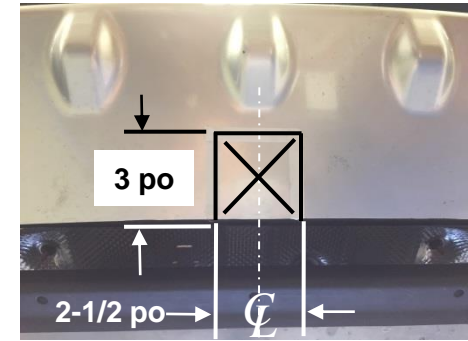

Figure 3
- 4. Garniture du fascia:** À l'aide d'un marqueur, d'un ruban à mesurer et d'un ruban, trouvez le centre du fascia. À l'aide d'une meuleuse à matrice, coupez le fascia dans la zone illustrée à la figure 3.